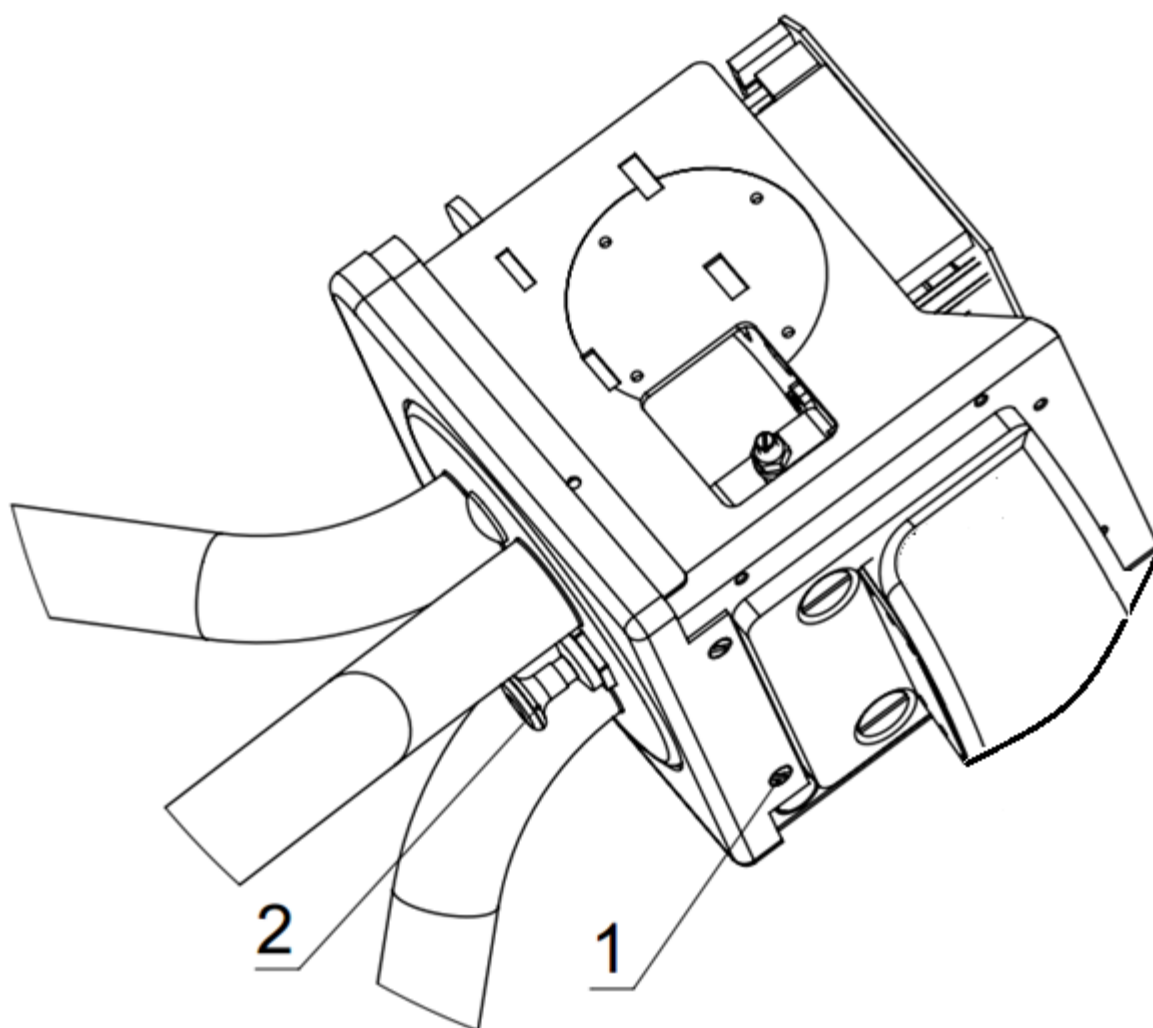
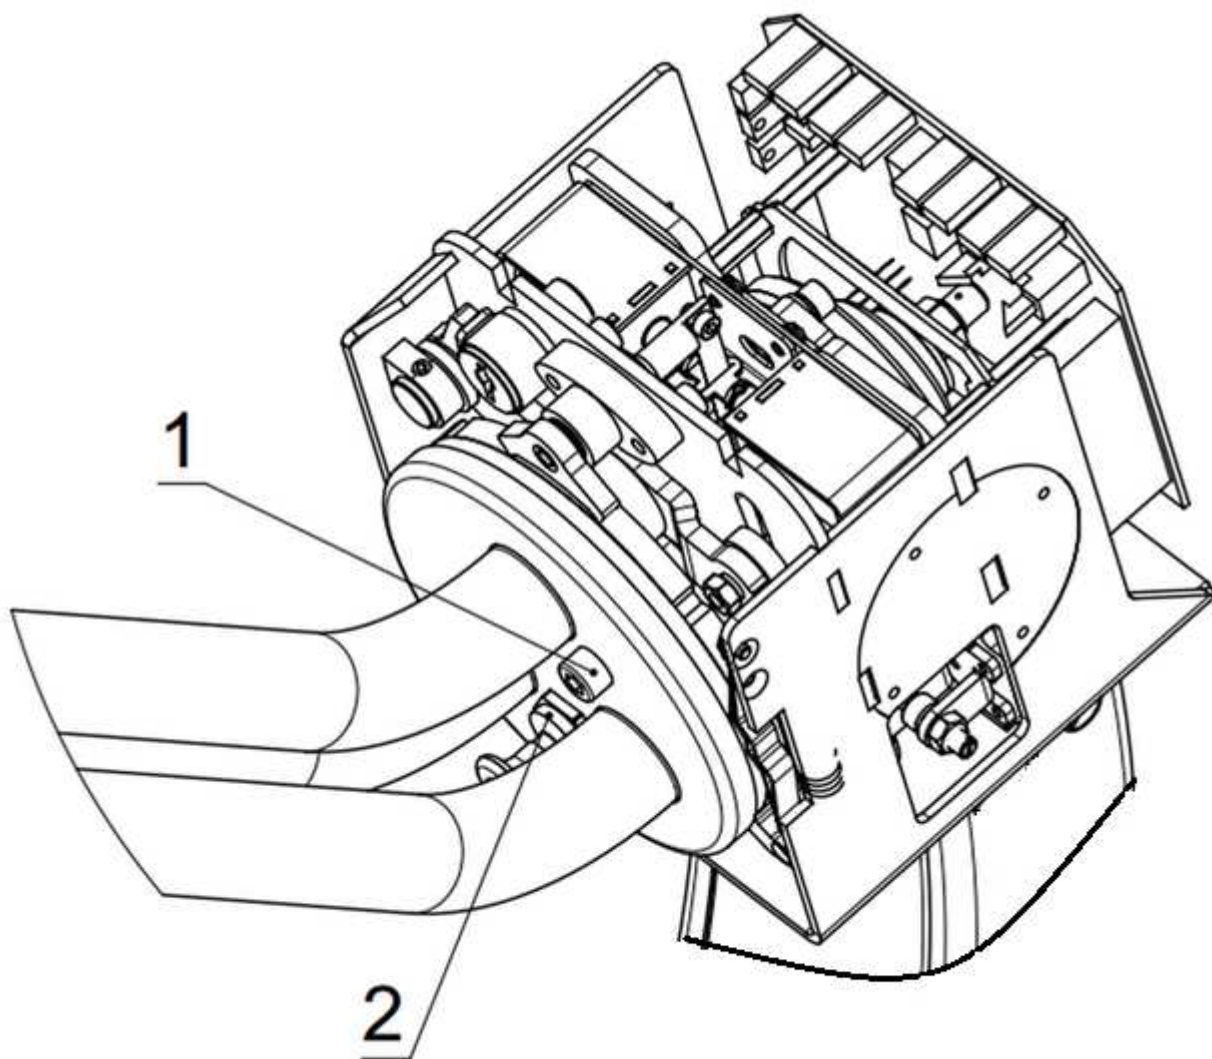
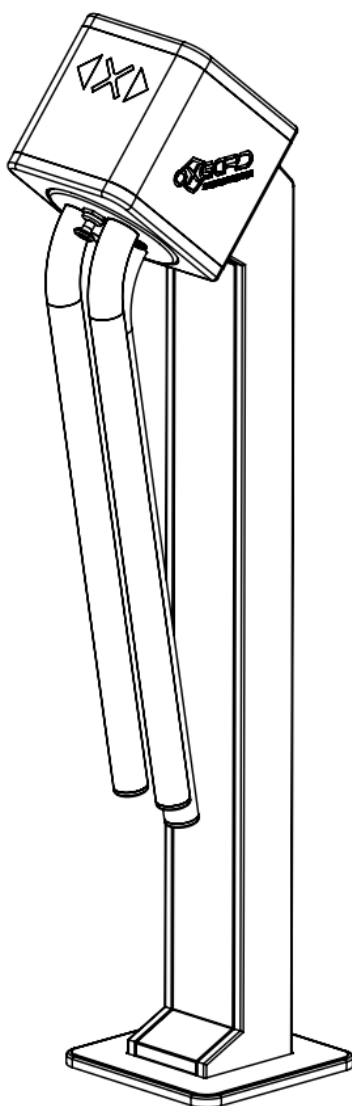

Рис.3
Рис.4
Рис.5
Сдвинуть кожух до конца и освободить доступ к поворотному механизму. Вид после снятия кожуха представлен на рис.3
Для удобства дальнейшей работы сложите преграждающие планки, для этого: оттяните стопор фиксации 2 планок (рис.3) и, удерживая одну планку рукой в зафиксированном положении, другой рукой проверните другую планку по часовой стрелке, так чтобы все планки совместились (рис.4) ,опустите сложенные планки вниз (рис.5) .
2.3. Открутить два винта 1 (рис.4) M8 с помощью шестигранника S6.